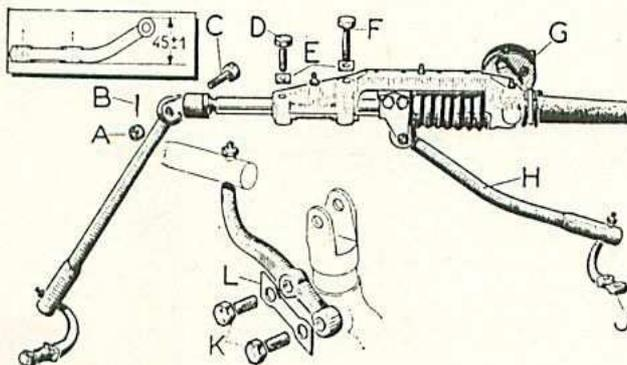

Fig. 74. — Détail de la commande des leviers de direction
- Défreiner et dévisser les vis (D) et (F) (fig. 74) fixant le boîtier sur la traverse.
Pour vérifier si un levier (J) n'est pas faussé, le désassembler de la bielle (H) et le poser à plat sur un marbre. La cote mesurée entre la face d'appui sur le pivot et le sommet de la rotule (fig. 74) doit être de 45 ± 1 mm.